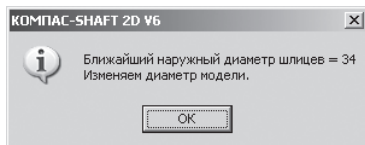

Рис. 3.26. Окно сообщений
- щелкните во всплывающем меню, например, по пункту **Прямобо́чные**. Появится окно сообщений, см. рис. 3.26;